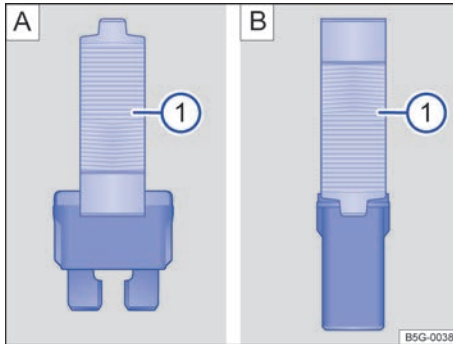

Fig. 174 Retirar ou colocar o fusível com a pinça de plástico: **A**: fusível plano, **B**: fusível de bloqueio.
- Se necessário, retirar a pinça de plástico → Fig. 174 **A** **1** da cobertura da caixa de fusíveis.
- De acordo com a versão do fusível, colocar as garras adequadas do alicate plástico → Fig. 174 **A** **1** ou → Fig. 174 **B** **1** lateralmente no fusível.